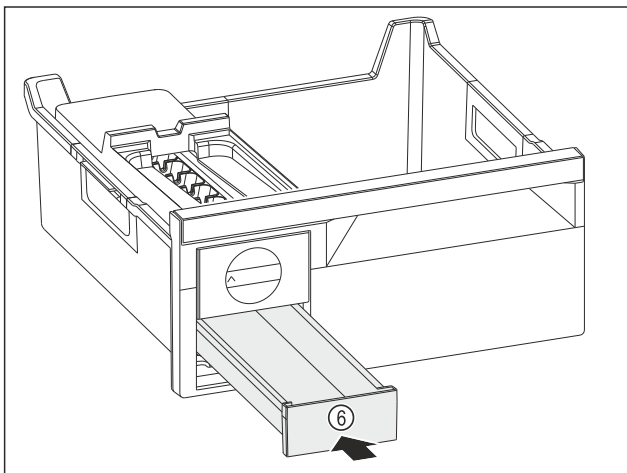

Fig. 115
- ▶ Tolja be a jégkockafiókot Fig. 115 (6).